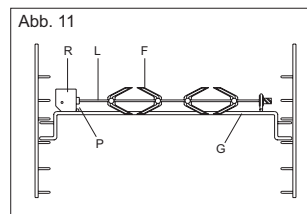

Abb. 11
- Das Hähnchen oder die zu grillende Speise auf den Spieß L stecken und mit den beiden Gabeln F blockieren und ins Gleichgewicht bringen, um eine unnötige Belastung des Getriebemotors R zu verhindern (Abb. 11).
- Den Spieß in die Halterung G einsetzen, nachdem man das andere Ende in das Loch P des Getriebemotors R gesteckt hat (Abb. 11). Führen Sie die Halterung G vollständig in den Backofen ein, so dass die Stange I in der Öffnung H des Motors M des Drehgrills sitzt (Abb 12).